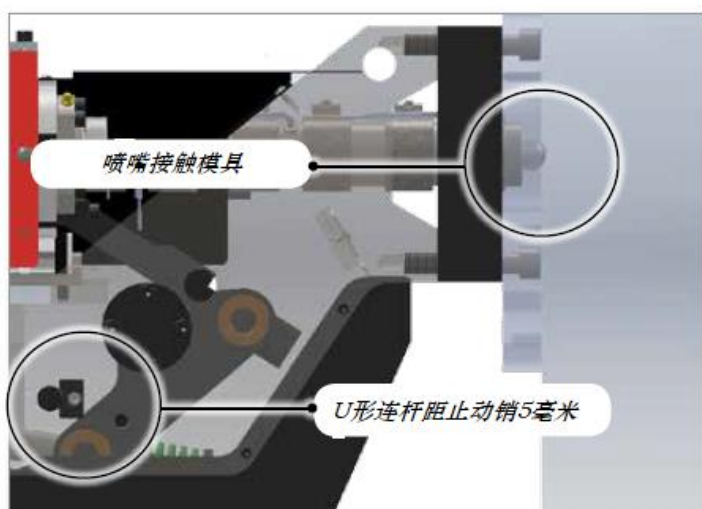

图 9-3 喷嘴接触模具
7. 使用调节螺钉向前移动喷嘴，直到它刚好接触分流板入口，如图 9-3 所示。